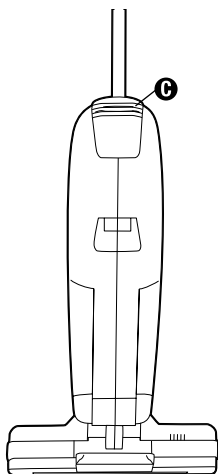

FIG. 13
Step 2: Pull up and out to remove (Fig 13).
Étape 2 : Tirez vers le haut et vers l'extérieur pour extraire (Fig. 13)
Paso 2: Jale hacia arriba para extraerla (Fig. 13).